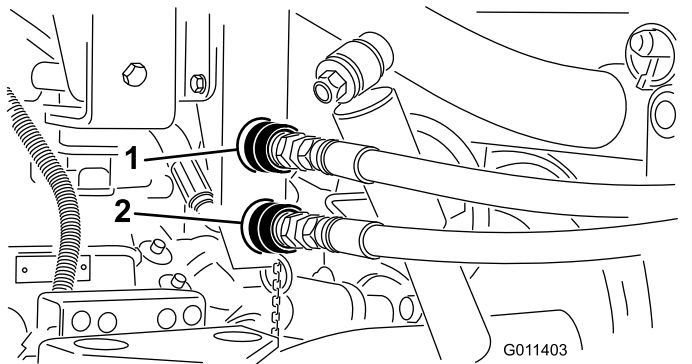

图17
3. 连接之前需要清洁铺沙机接头图17上的任何污垢。肮脏的接头可能会将污染物带入液压系统。清洁之后将两个快速接头都连接到 Workman。软管被标记为“A”和“B”在安装时将要与快速接头相匹配。确保两个快速接头都完全接合。
注意 图17所示的接头来自于序列号为 23999999 之前的工作车。